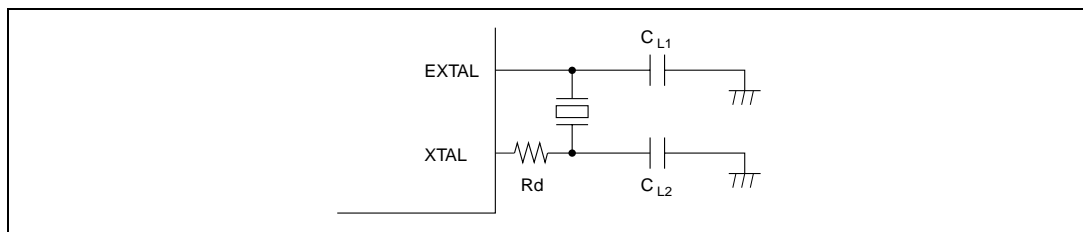

図 19.2 水晶発振子を接続する場合の接続例
(1) 回路構成
水晶発振子を接続する場合の接続例を図 19.2 に示します。ダンピング抵抗 R_d は、表 19.1 (1) に示すものを使用してください。外付け容量 CL_1 、 CL_2 は表 19.1 (2) に示すものを使用してください。また、水晶発振子は、AT カット並列共振形を使用してください。